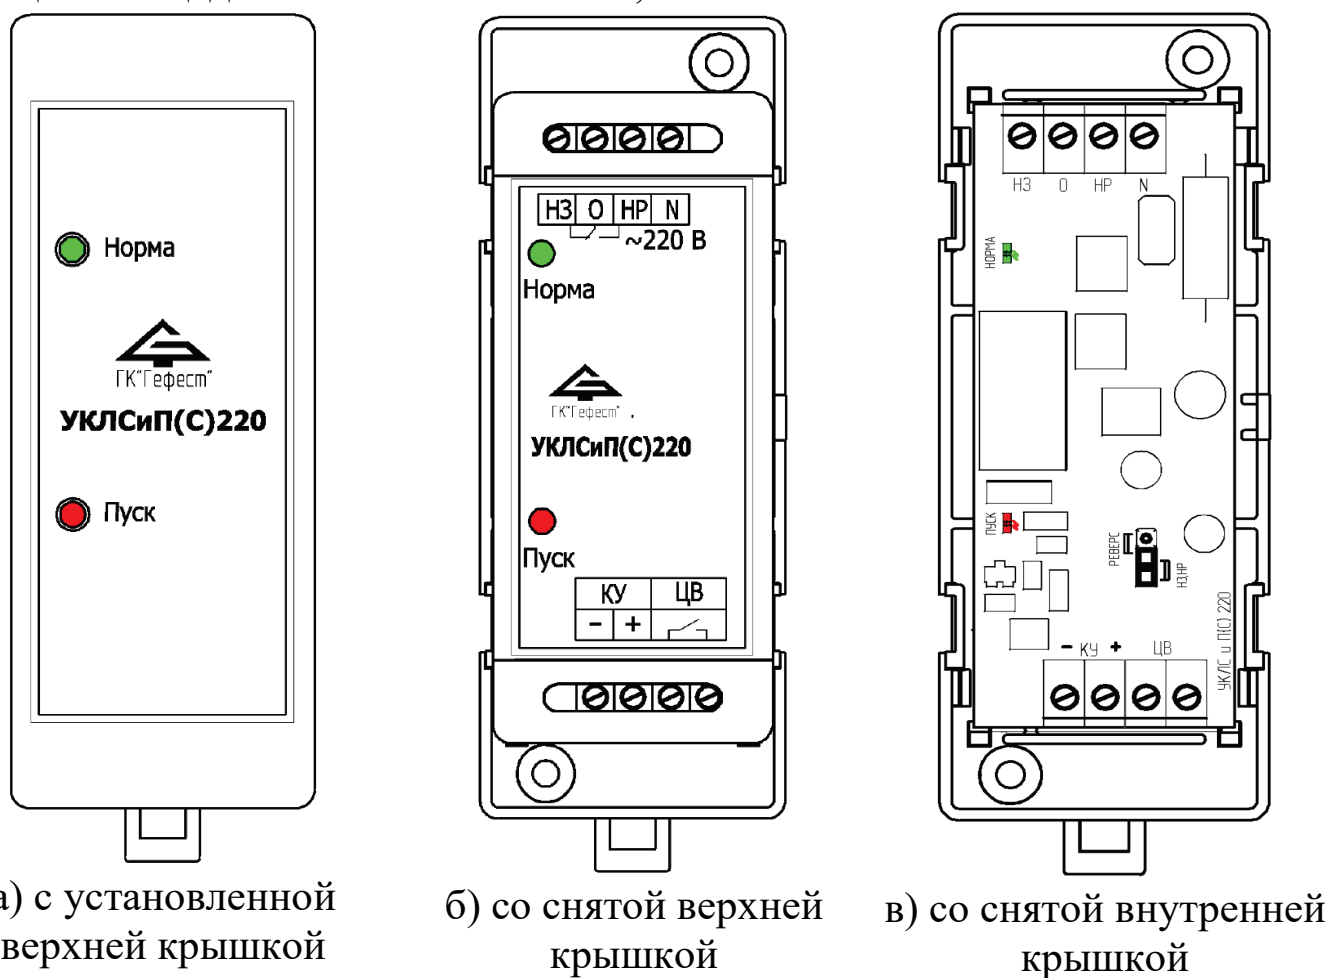

Рисунок 1 Внешний вид УКЛСиП(С)220
3.1 Конструктивно УКЛСиП(С)220 выполнено в виде блока с двумя съемными крышками (см. рисунок 1).
3.3 УКЛСиП(С)220 поставляют с джампером, установленным на штыревой линейке ХР1 в положение «НЗ, НР», см. рисунок 1 в.